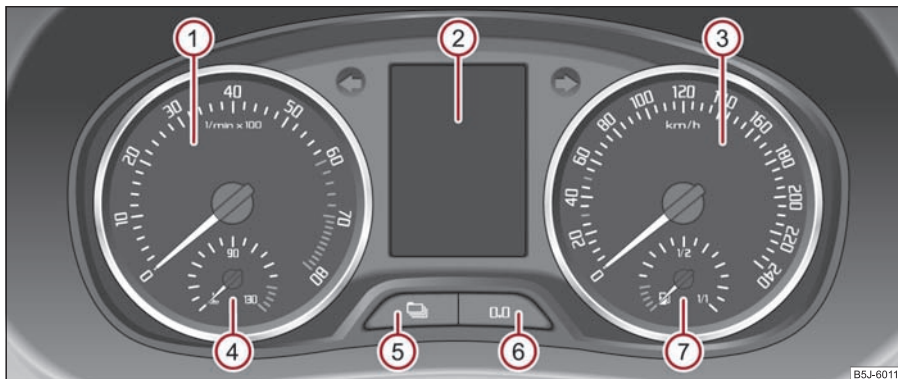

Fig. 15 Tabloul de instrumente
Zona roșie de pe scala turometrului ① ⇒ fig. 15 marchează domeniul în care unitatea de comandă a motorului începe să limiteze turația motorului. Unitatea de comandă a motorului limitează turația motorului la o valoare limită sigură. ►
Indicatorul temperaturii lichidului de răcire (4) ⇒ pagina 15, fig. 15 funcționează numai când contactul motor este pus.
Indicatorul rezervei de combustibil (7) ⇒ pagina 15, fig. 15 funcționează numai când contactul motor este pus.
Mențineți butonul de resetare ⑥ ⇒ pagina 15, fig. 15 circa 1 secundă apăsat pentru a reseta contorul.